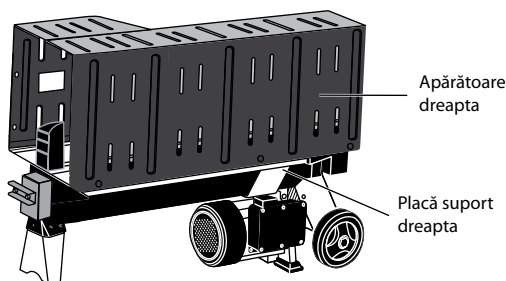
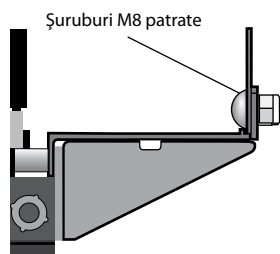
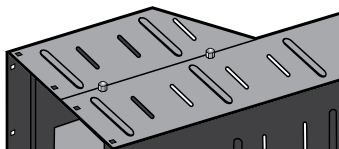

Fig. 2a
Fig. 2b
Fig 2c
4. Introduceți apărătoarea dreapta în canelura plăcii de susținere dreapta, asigurați-vă că orificiile apărătoarei dreapta sunt aliniate cu orificiile plăcii de sprijin dreapta, utilizați 3 șuruburi M8 pătrate și 3 buc. Piulițe blocare (Fig.2a, Fig.2b). Apoi utilizați 2 șuruburi M8 pătrate și 2 piulițe blocare pentru a conecta apărătoarea dreaptă cu apărătoarea stînga (Fig.2c).